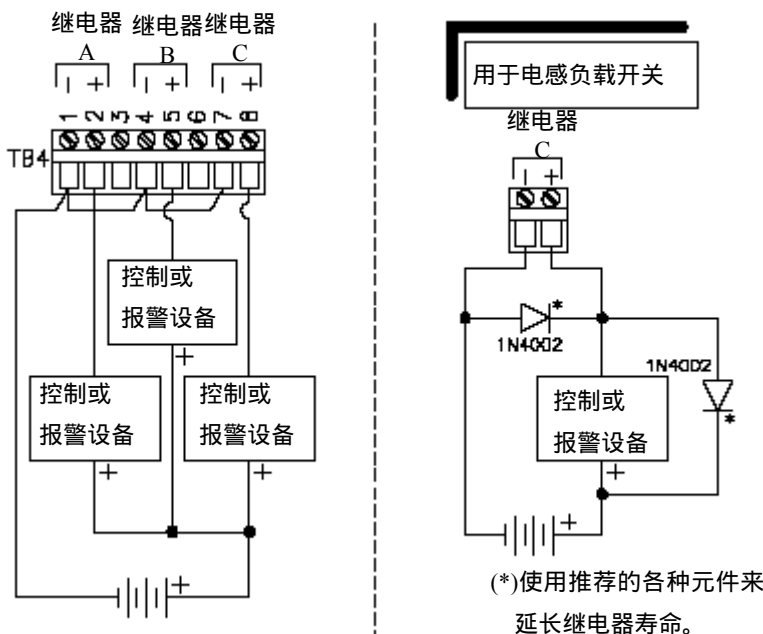

图 2-7 连接控制/报警装置到固态直流继电器
在 TB4 的接线端 1~8 共提供三路 SPST(单刀单掷) 固态直流 (DC) 中继输出 (中继 A、B 和 C) ——除了接线端 3 和 6 没有用到。通用的接线排列图参见图 2-7。
**注意：**这些固态直流 (DC) 输出要求 3~60 VDC 电源。